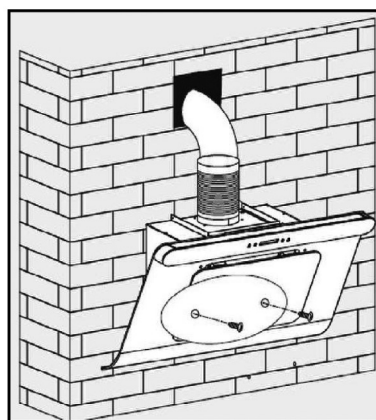

Рис. 9.5
7. Не снимая вытяжки, откройте откидную панель и снимите жироулавливающий фильтр. На внутренней стенке вытяжки найдите два отверстия, выходящие к стене. Отметьте их (рис. 9.5)